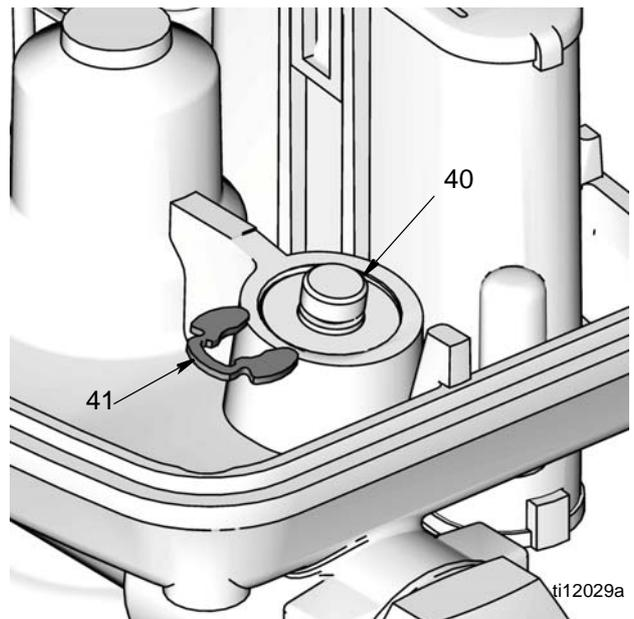

FIG. 24
- f. Instale el e-clip (41) sobre la muestra en el extremo de la varilla (40) (FIG. 24).